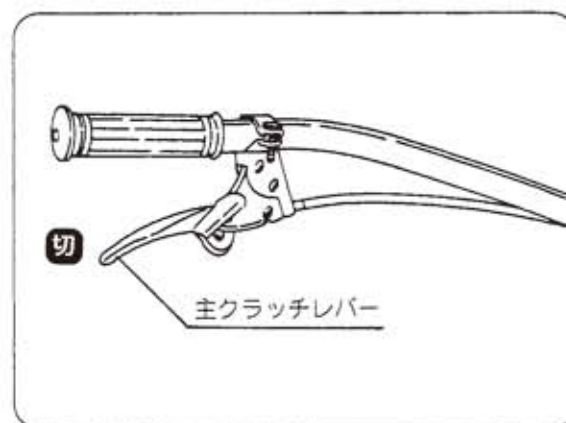

図15
- ① 主クラッチレバーを [切] 位置にします。(ハンドルパイプより左手を離す)(図15)